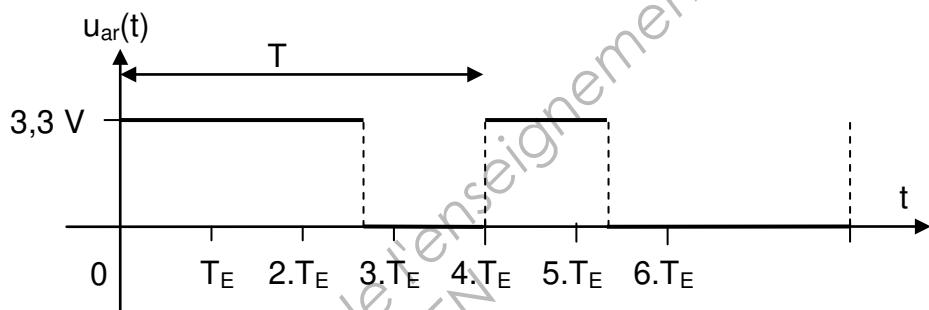

FIGURE 11
D.2.2.1 Représenter, sur la figure 11, le signal obtenu par échantillonnage de $u_{ar}(t)$ pour une fréquence d'échantillonnage $F_E = 4.F$.